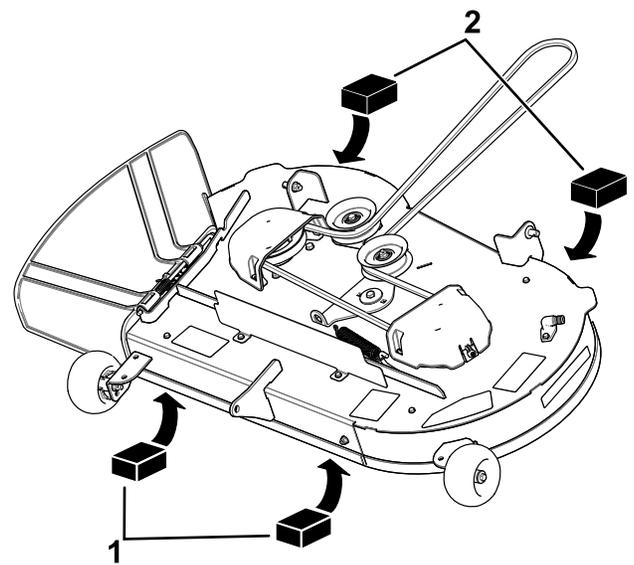
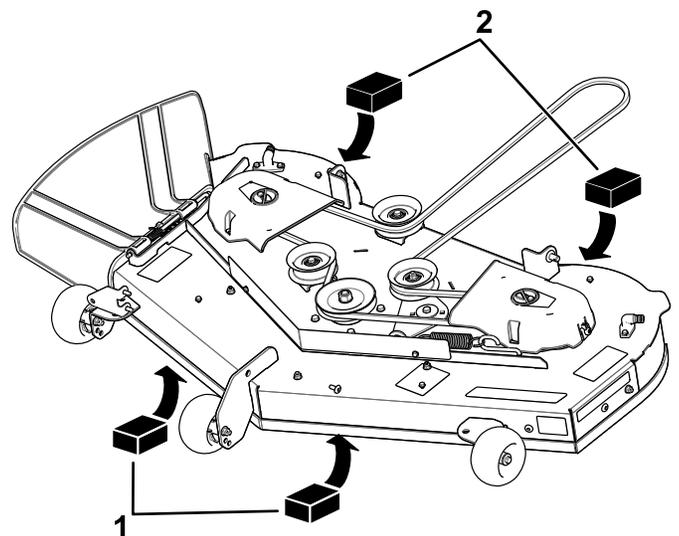

Figura 68
Figura 69
4. Coloque dos bloques de 6.6 cm (2⁵/₈) de grosor debajo de cada lado del borde delantero de la carcasa, pero no debajo de los soportes de los rodillos protectores del césped (Figura 68 o Figura 69).
5. Coloque dos bloques de 7.3 cm (2⁷/₈) de grosor debajo del borde trasero del faldón de la carcasa de corte, uno en cada lado de la carcasa de corte (Figura 68 o Figura 69).